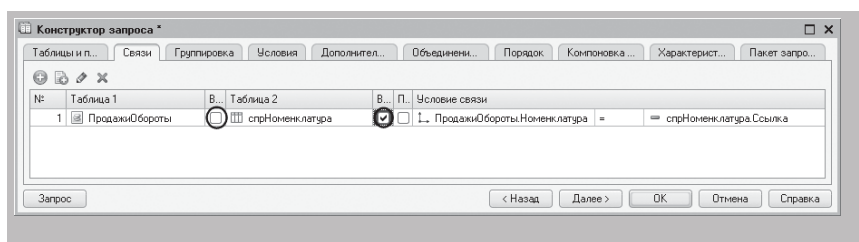

Рисунок 20.4- Определение связи между таблицами
10. В результате описанных выше действий закладка Связи будет иметь следующий вид (рисунок 20.4).